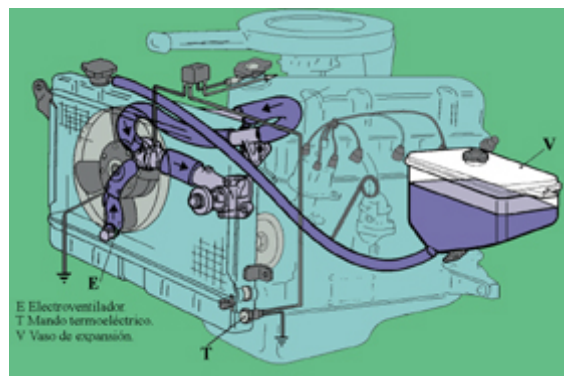

Fig. 11
- **Ventilador. Electro-ventilador (fig. 11)**